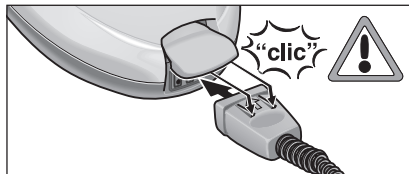

Fig. 1 : branchement du bloc connecteur
- Enfoncez à fond le bloc connecteur (C6) dans la prise femelle (A1). Les deux saillies du bloc connecteur doivent s'enclencher sur le couvercle de la prise femelle (voir fig.1).